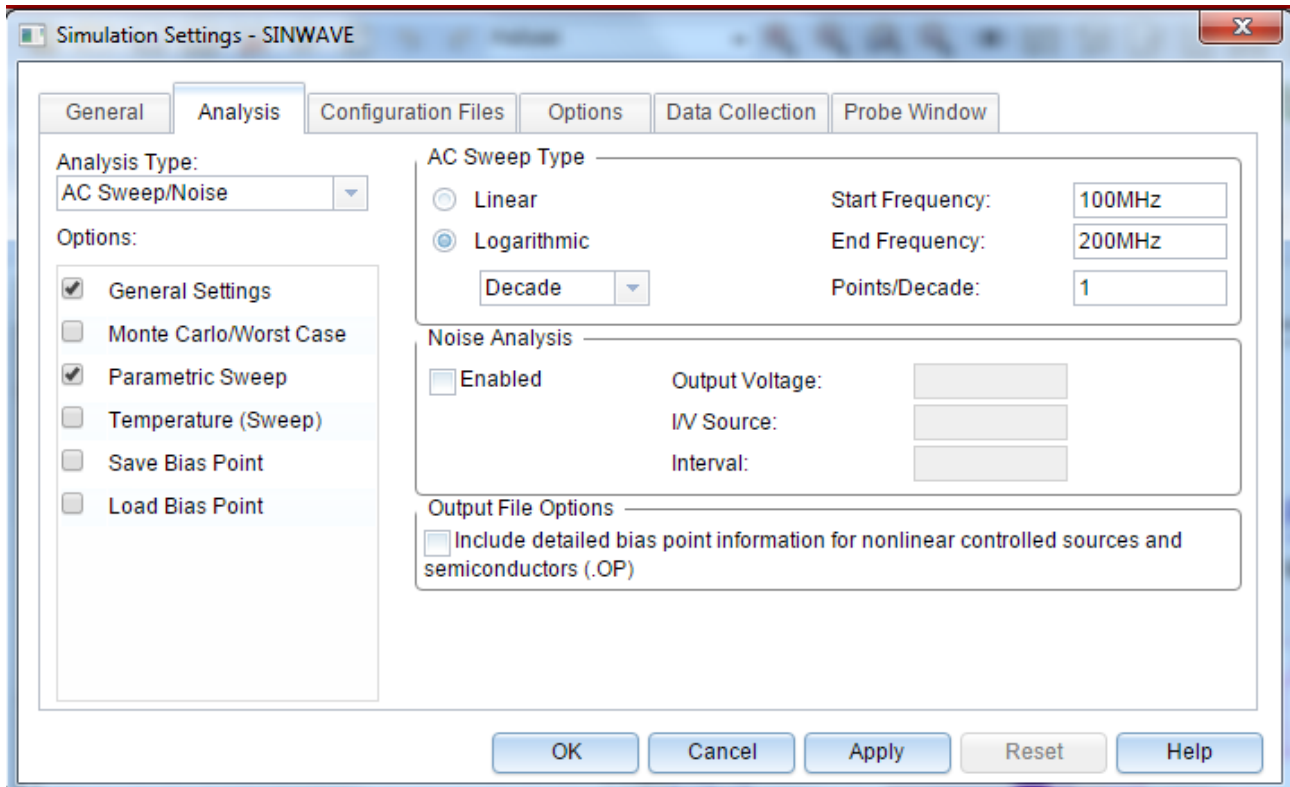

Рис. 11.11. Установка профиля моделирования с разверткой по частоте
5. Далее вам нужно будет настроить развертку параметрического моделирования вместе с анализом AC. Создайте новый профиль моделирования PSpice, например, ACSIN и выберите анализ AC Sweep / Noise от 100 МГц до 200 МГц при использовании логарифмической развертки с плотностью точек 1/декада (рис. 11.11). Нажмите Apply и Ok.